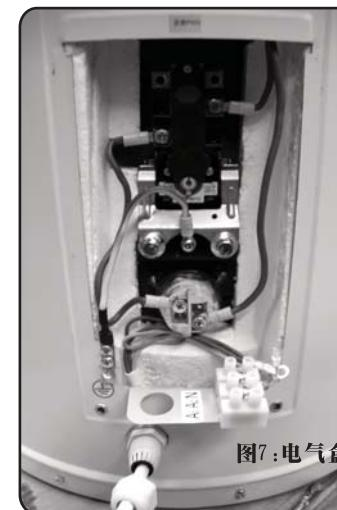

图7:电气盒
1. 装有一个三柱接线端子台，接线端子台三个接线柱分别标有A1、A2和N，左侧边缘有一个标有接地符号的接地端子，电气盒下方有固定于外壳的迫紧式电缆固定头（参见图7）。